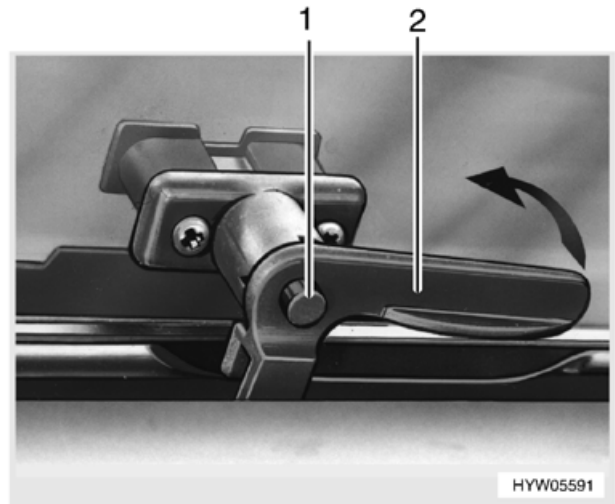

Bild 26 Ausstellfenster, Fenstergriff geschlossen
- Sicherungsknopf (Bild 26,1) drücken.
- Fenstergriff (Bild 26,2) senkrecht stellen.
- Fenstergriff (Bild 26,2) waagrecht stellen.